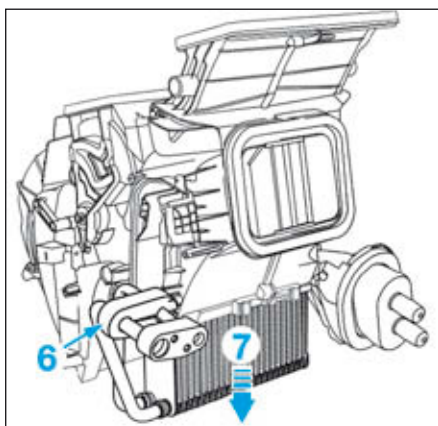

FIG.12
- Déposer (Fig.12) :
- la mousse (6),
- l'évaporateur (7).
- la mousse (6) (Fig.12),